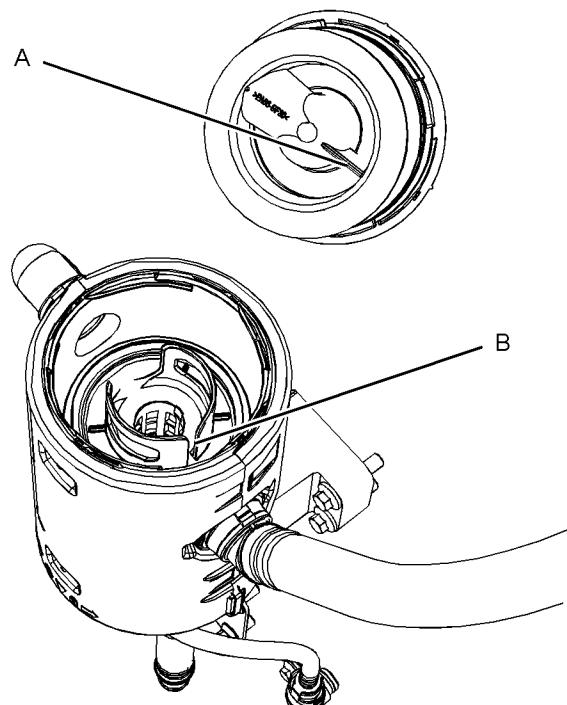

図 90
5. 新しいフィルタエレメントをブリーザボディ(3)に取り付けます。エレメントの正しい位置を確認します。図90を参照してください。上部のキャップの位置(A)をフィルタエレメントの位置(B)に合わせます。